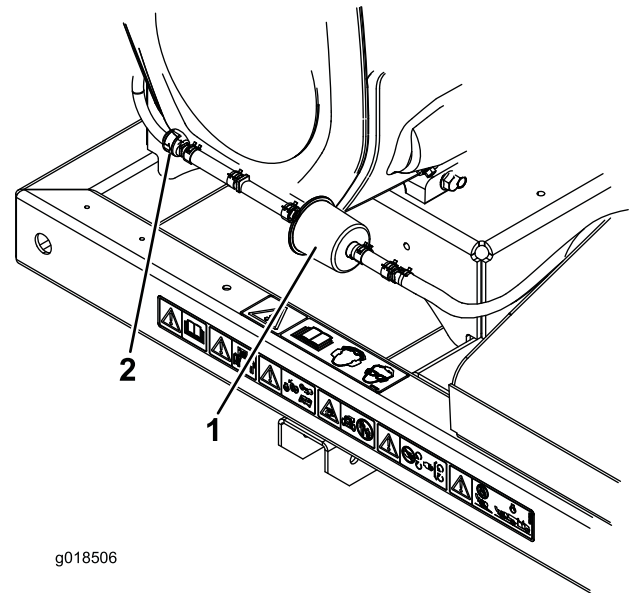

Figura 21
2. Aleje del filtro las abrazaderas de muelle de ambos lados del filtro del tubo de purga del cartucho de carbón (Figura 21).
3. Retire y deseche el filtro de carbón (Figura 21).
4. Instale un filtro nuevo en el tubo con la flecha del filtro apuntando hacia la válvula de retención, y sujételo con las abrazaderas (Figura 21).